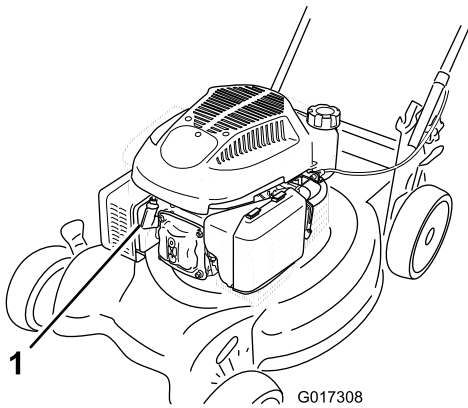

Figura 25
2. Desconecte el cable de la bujía (Figura 25) antes de realizar cualquier procedimiento de mantenimiento.